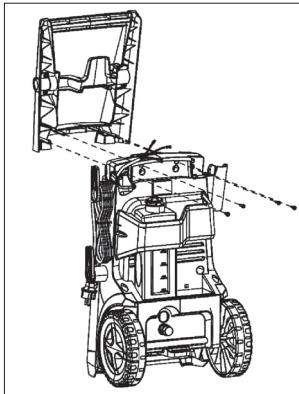

Рис. 2
• Сдвиньте раму рукоятки в нужное положение и закрепите ее на блоке, вдавив два винта, затем зафиксируйте защелку рукоятки. Рис. 2